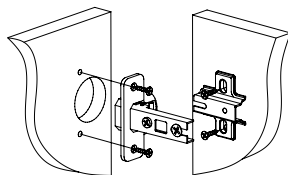

Рис.3
2. Установите петли на дверь 11, а ответные планки петель на боковины 3, 4 (Рис. 3).